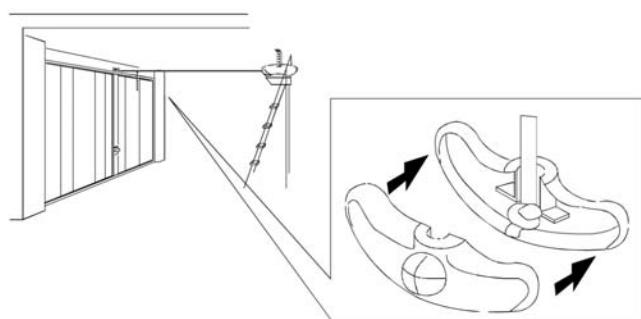

Fig. 22
- 2) Faire un noeud à l'extrémité de la corde et assembler la poignée de déverrouillage (fig. 22).